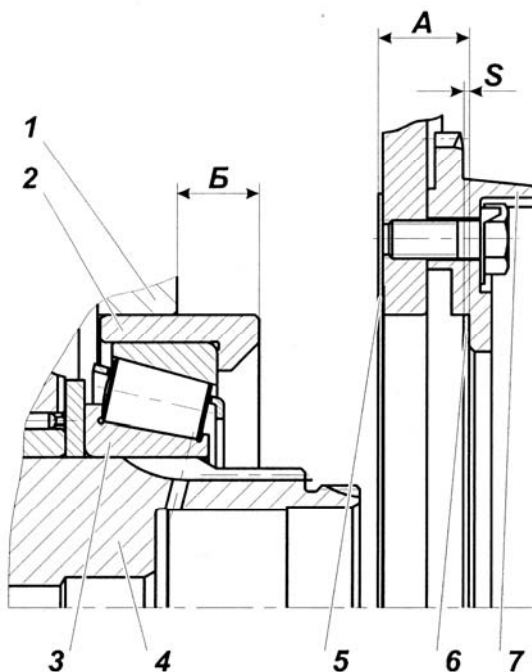

Рис. 106:
3.3 Замерить абсолютные величины размеров А (между торцами зубчатой муфты и уплотнительной прокладкой) и Б (между торцами картера и гнезда подшипника) рис. 106.